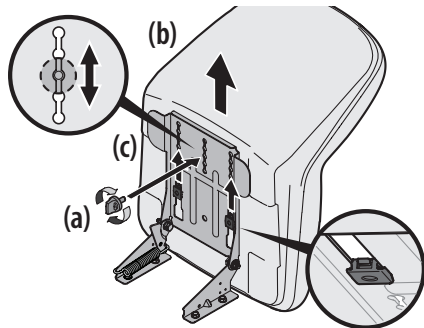

Figura 4
4. Deslice el asiento (b) hacia atrás en el soporte de pivote del asiento (c), alineando una de las ranuras del soporte de pivote del asiento (c) con el orificio que está en la parte posterior central de la base del asiento (b). Consulte la Figura 4.
NOTA: Asegúrese que las dos lengüetas del asiento se enganchen en el soporte de pivote del asiento, como se muestra en el recuadro inferior derecho de la Figura 4.